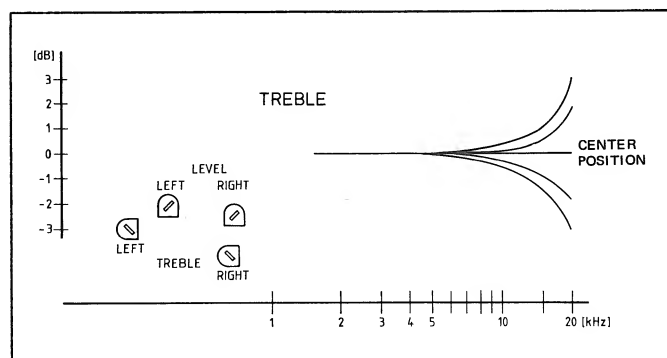

Fig. 5.3
- bei Pegelton (250 nWb/m) mit Trimpotentiometer R36 bzw. R81 (Level) auf INPUT/OUTPUT auf eine Ausgangsspannung von +2 dBu (0,97 V) einstellen (Fig. 5.3)
- mit Trimpotentiometer R39 bzw. R82 (Treble) bei 16 kHz auf geraden Wiedergabe-Frequenzgang einstellen (Fig. 5.3)